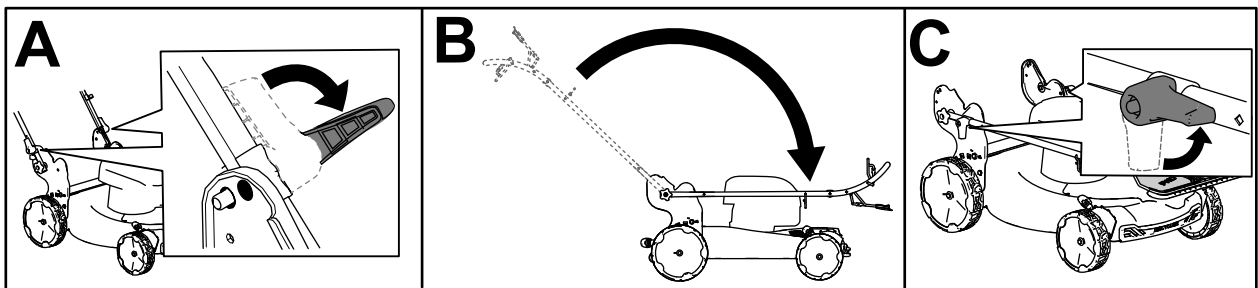

Figura 14
2. Abra las palancas de bloqueo del manillar hasta que pueda mover libremente la sección superior del manillar (Figura 14, A).
3. Pliegue el manillar hacia adelante y cierre las palancas de bloqueo del manillar (Figura 14, B y C).